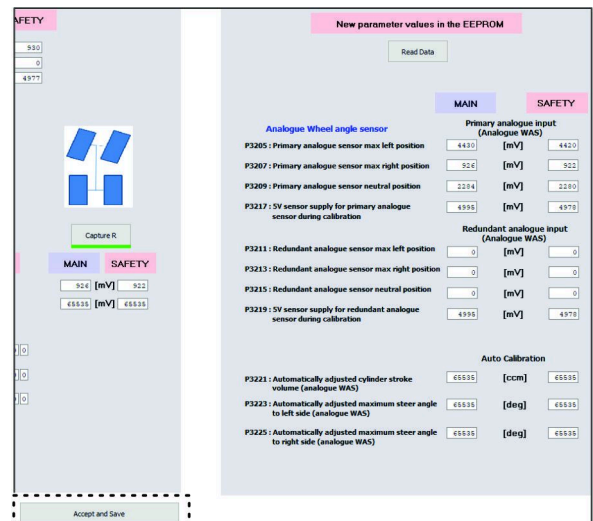

Bild 151
9. Klicken Sie auf das Symbol AKZEPTIEREN UND SPEICHERN (Bild 151).